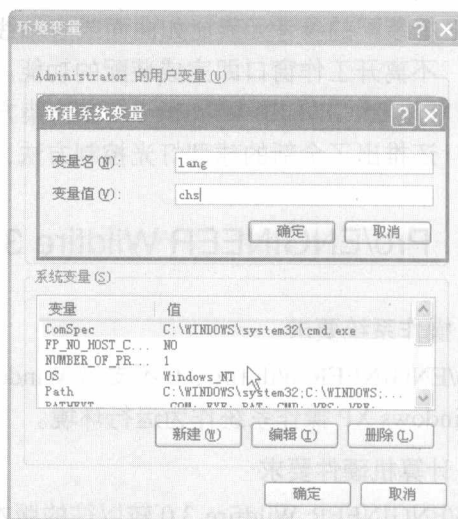

图 1-2 设置环境变量
(2) 单击“环境变量”按钮, 在打开的对话框中单击“新建”按钮, 然后在“新建系统变量”对话框中设置新建变量名为“lang”、变量值为“chs”的环境变量, 如图 1-2 所示。
(3) 单击“确定”按钮使设置生效。